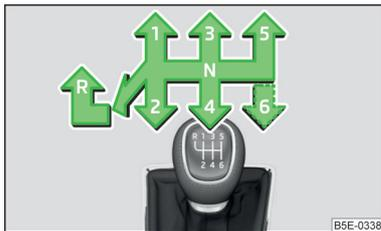

Abb. 234
Auf dem Schalthebel ist das Schaltschema für die einzelnen Gangstellungen dargestellt » Abb. 234.
- › Den Schalthebel nach unten drücken, völlig nach links und dann nach vorn in R-Stellung stellen » Abb. 234.